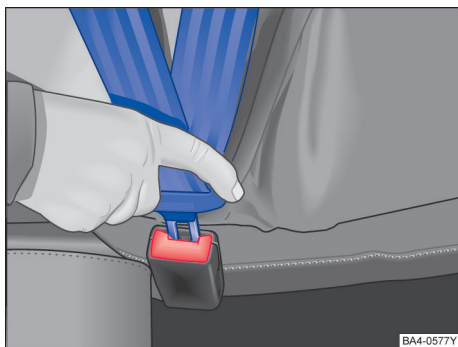

图 30 安全带锁扣和插口
- 将锁舌插入所属座椅的安全插锁内，下压，直至听到啮合声 → 图 30。安全带锁舌被锁扣锁止。